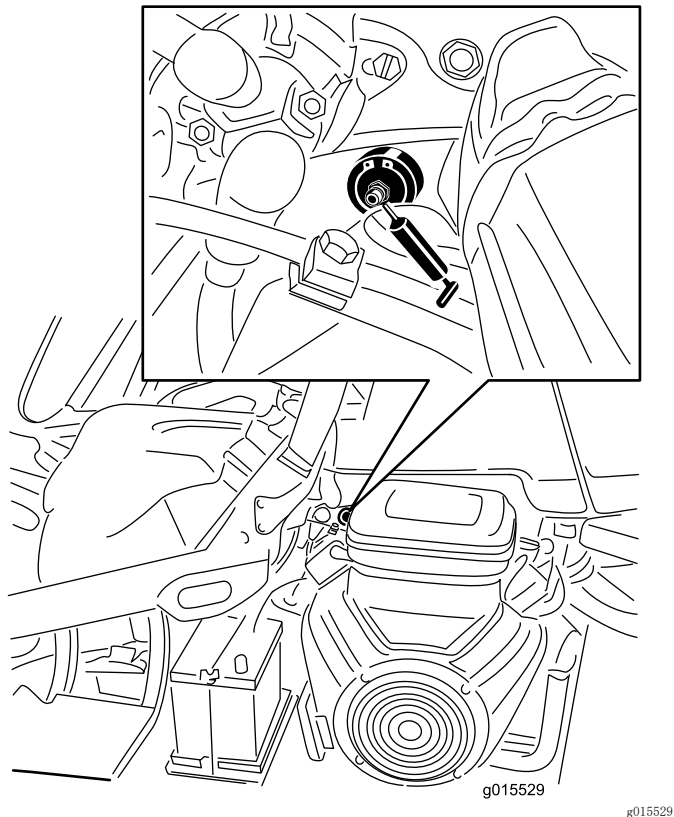

图25
1. 擦干净黄油嘴，这样就不会有杂质进入轴承或轴套中（图25）。